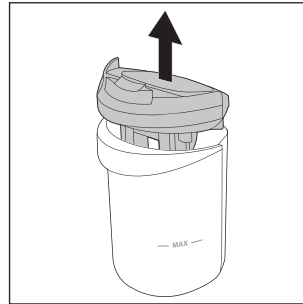

Abb. 21
- ◆ Ziehen Sie den Deckel des Schmutzwasserbehälters ⑨ nach oben aus dem Schmutzwasserbehälter ② (siehe Abb. 21).